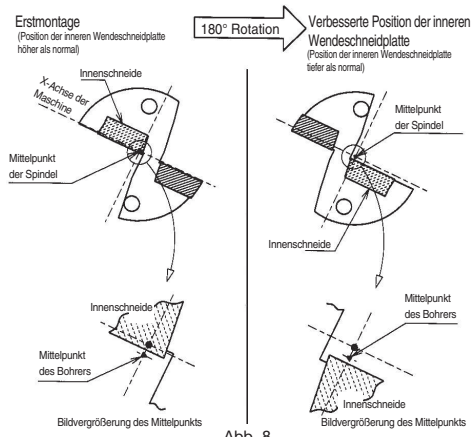

Abb. 8
- (1) Bauen Sie den Bohrer um 180° gedreht ein. Die meisten Probleme sind mit dieser Methode bereits behoben. (Abb. 8)